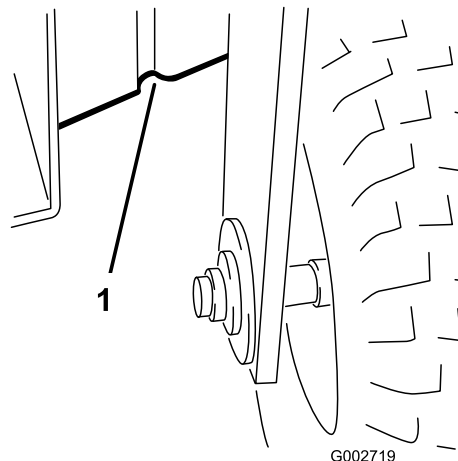

Рисунок 21
- Спереди - под рамой, за передним колесом (Рисунок 21).